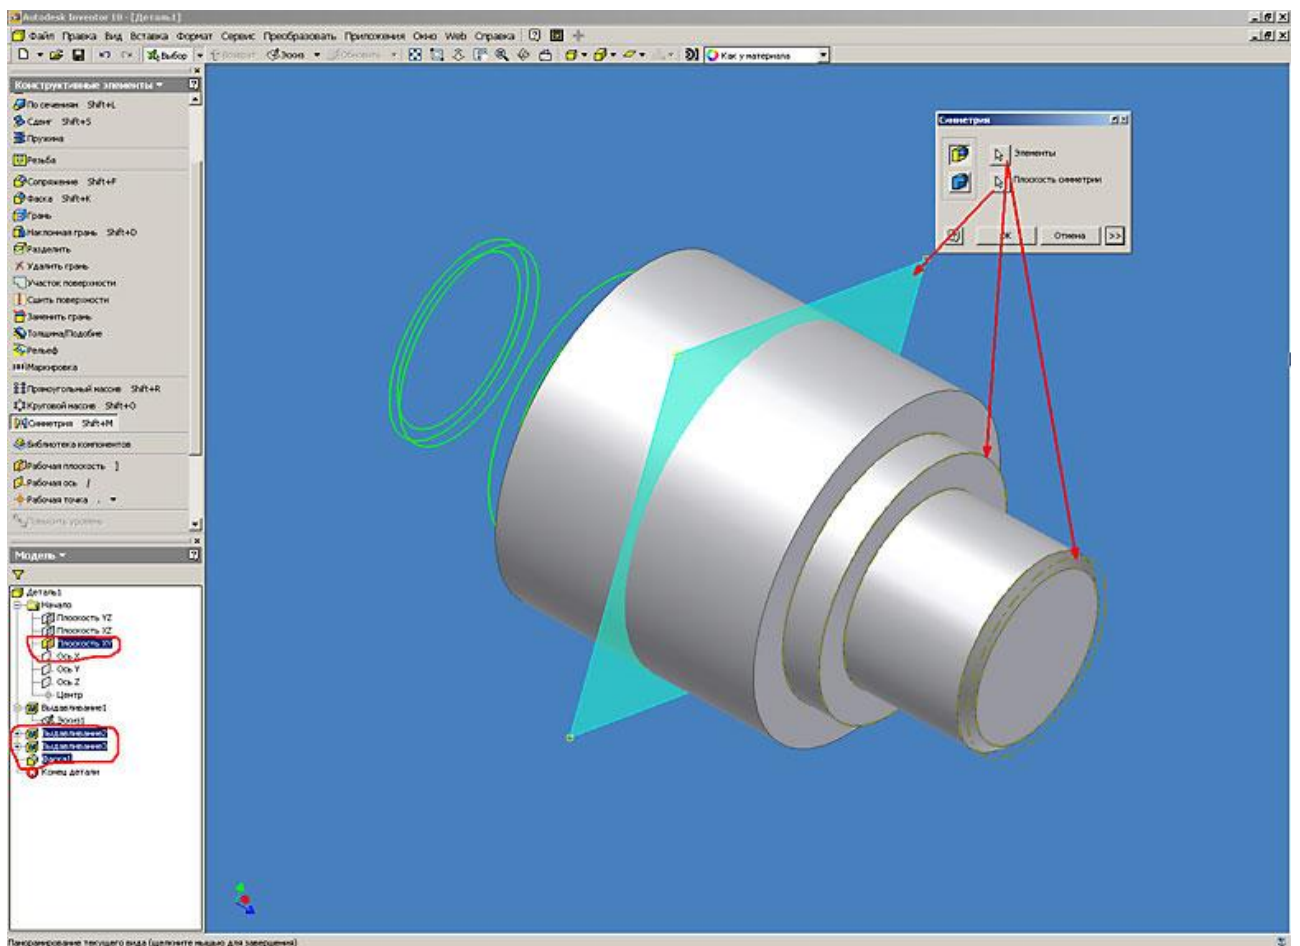

Рис. 10. Autodesk Inventor. Работа с конструктивными элементами (выдавливание)
10. Выполняем операцию зеркального отображения. Для этого нажимаем кнопку “Симметрия” в инструментальной палитре. В открывшемся диалоговом окне указываем элементы для зеркального отображения (либо на самой модели, либо в браузере модели) и плоскость симметрии, нажимаем кнопку «Ок» (рис. 10).